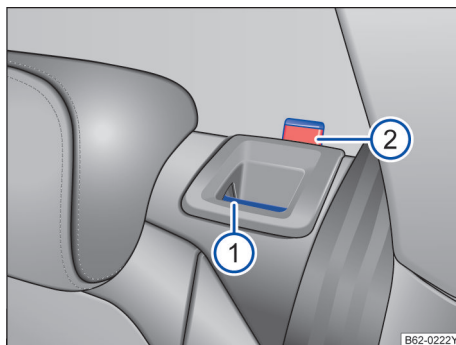

图 59 后排座椅靠背：分离按钮 ①；红色标记 ②
- 向前拉分离按钮→图 59 ①，同时前折靠背。
- 松开后排座椅靠背后应能看见按钮上的红色标记 ②。